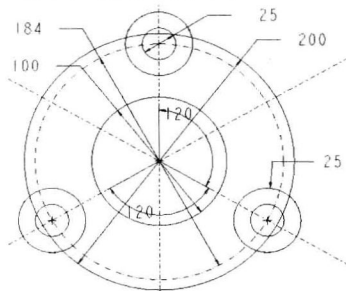

图1-5
1. 绘制 3 条互成 120° 的结构中心线 A 、 B 、 C ，再草绘 $\phi 184$ 的圆（作为 3 个孔和 3 个凸缘的定位基准），如图 1-5 所示。
【切换构造】，实线变成虚线，成为结构圆，如图 1-5 所示。
3. 草绘 $\phi 100$ 、 $\phi 200$ 、3 个 $R25$ 和 3 个 $\phi 25$ 的圆，如图 1-5 所示。